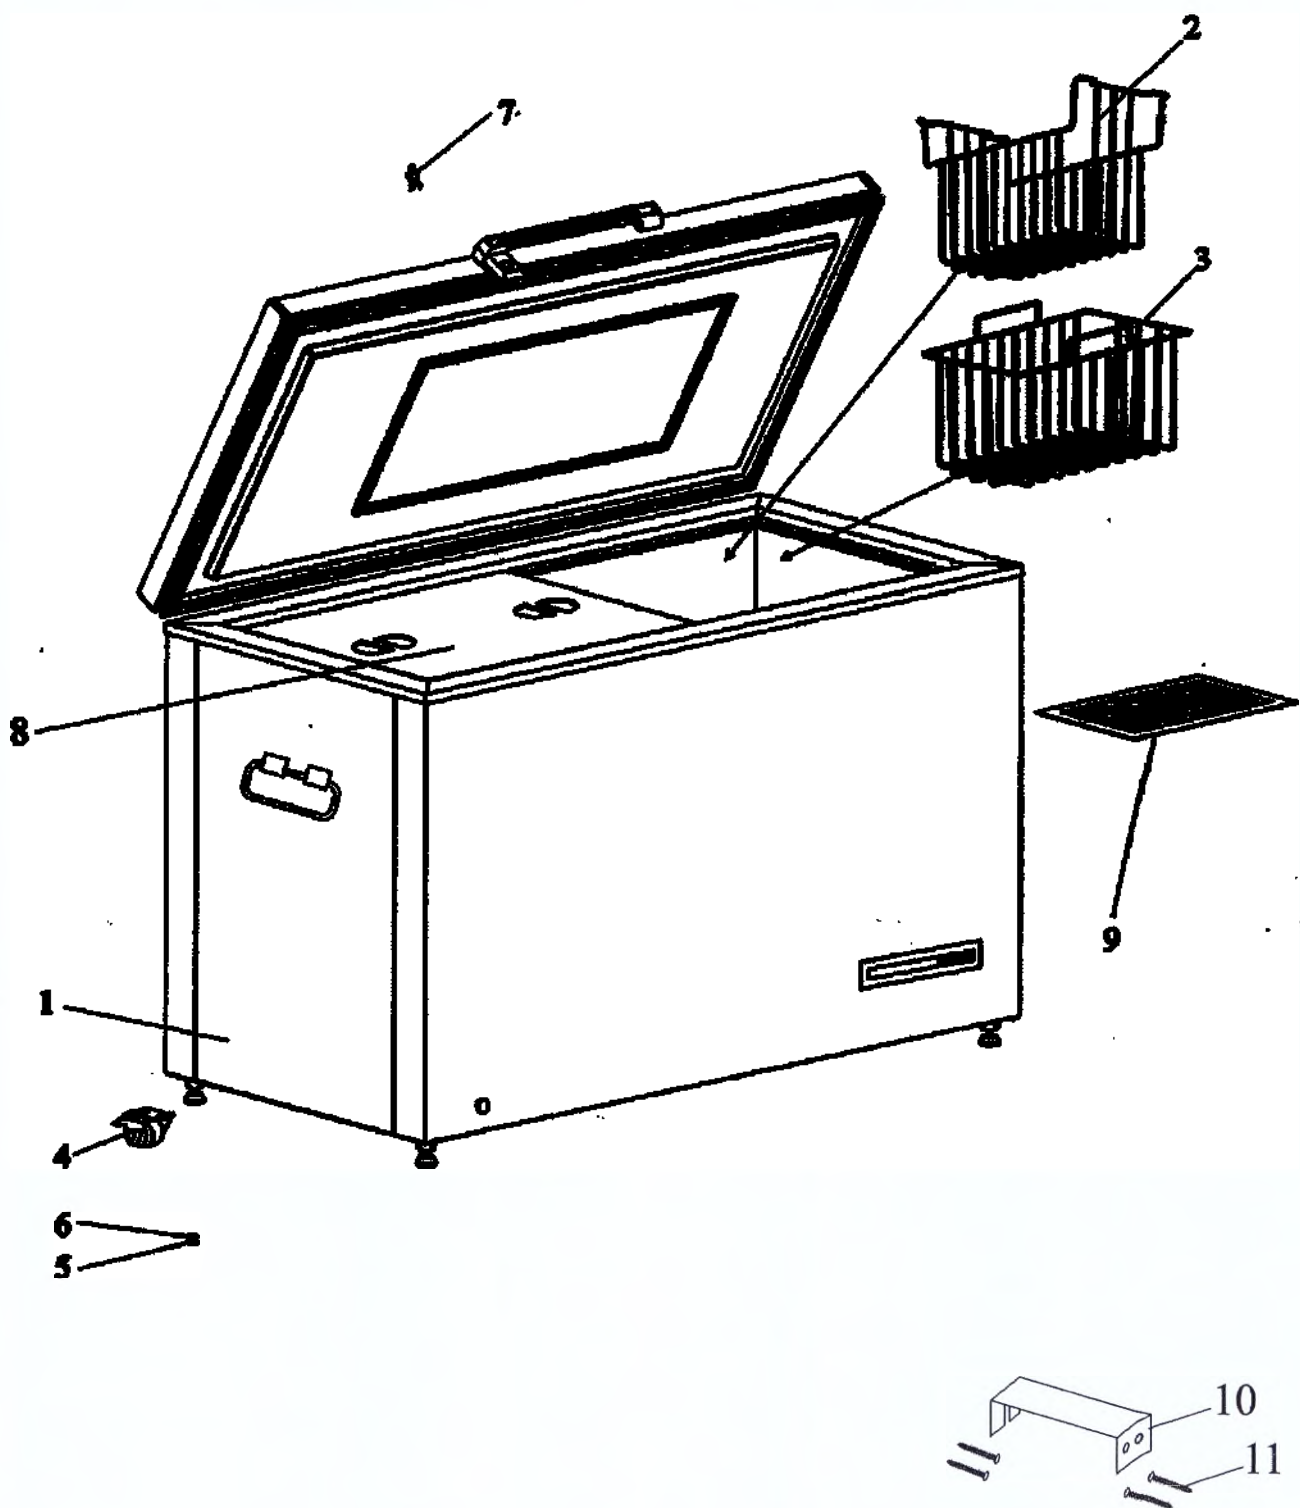

Рис.1 Расположение съемных деталей холодильника
5.6 Для сохранения температурного режима внутри холодильника при пользовании под дверью находятся две крышки из вспененного полистирола (рис.1 поз. 9). После укладки или извлечения препаратов из холодильника установите крышки таким образом, чтобы скос был со стороны боковых стенок холодильника.
После загрузки препаратов в холодильник установите на место крышки (поз.8, рис.1) и закройте дверь.